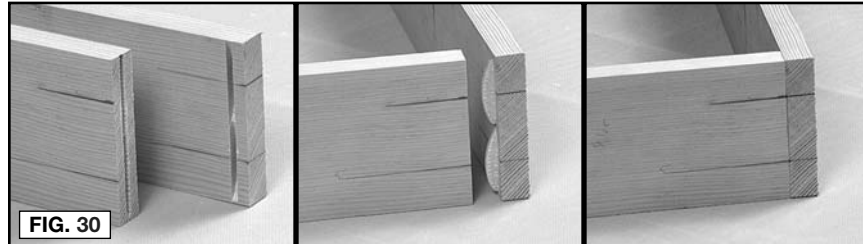

FIG. 30
**REMARQUE :** Assemblez tous les joints et vérifiez les alignements avant d'appliquer de la colle (voir Fig. 30).